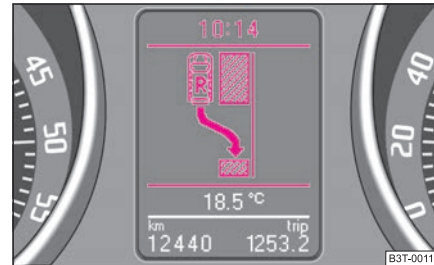

Abb. 130 Informationsdisplay: Parklücke erkannt mit dem Hinweis den Rückwärtsgang einzulegen
- Fahren Sie noch weiter vor, bis die Anzeige ⇒ Abb. 130 erscheint.